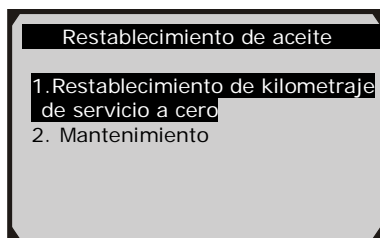

Figura 7.11
- ✓ En el menú **Restablecimiento de aceite** (Figura 7.11), seleccione la función **Mantenimiento** y presione el botón **OK**. La pantalla mostrará la información de restablecimiento de mantenimiento del vehículo. Los elementos de esta información varían según el vehículo.